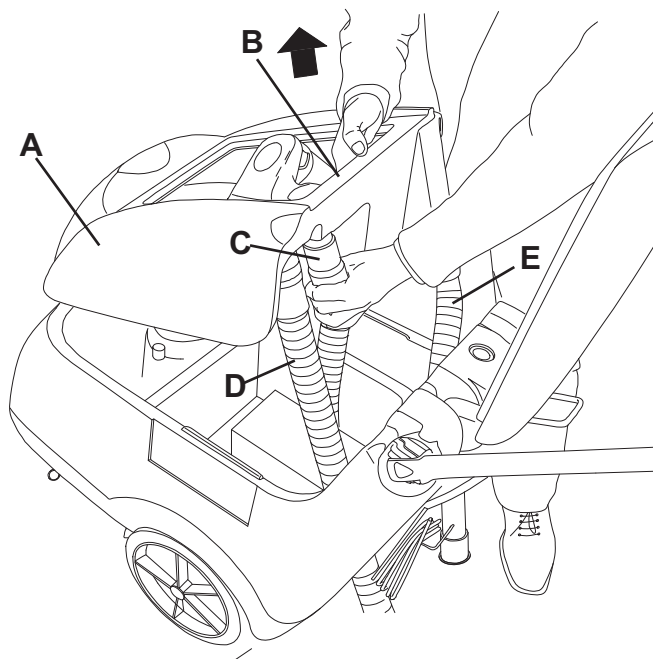

Figure 5
1. Vider le réservoir de l'eau de récupération (31), en procédant comme indiqué au paragraphe spécifique.
4. Déconnecter le tuyau d'aspiration (22) de l'embouchure (11).
5. Déconnecter le tuyau de vidange de l'eau de récupération (16) du support correspondant (17).
6. Ouvrir le couvercle (6).
7. Saisir le réservoir de l'eau de récupération (A, Fig. 5) dans la zone (B) et le soulever légèrement.
8. Déconnecter le tuyau d'aspiration (C) du réservoir, puis déposer le réservoir (A) avec les tuyaux (D) et (E).